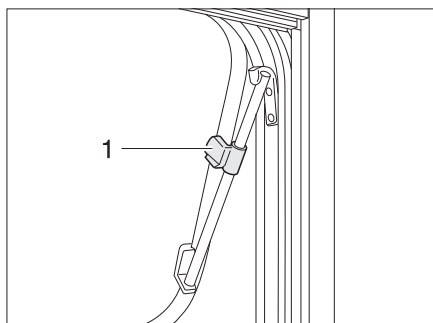

Fig. 72 Ventana abatible con soportes giratorios, abierta
- Abrir la ventana abatible hasta la posición deseada y fijarla con el mando moleteado (Fig. 72,1).
- Girar el mando moleteado (Fig. 72,1) hasta que se suelta el bloqueo.